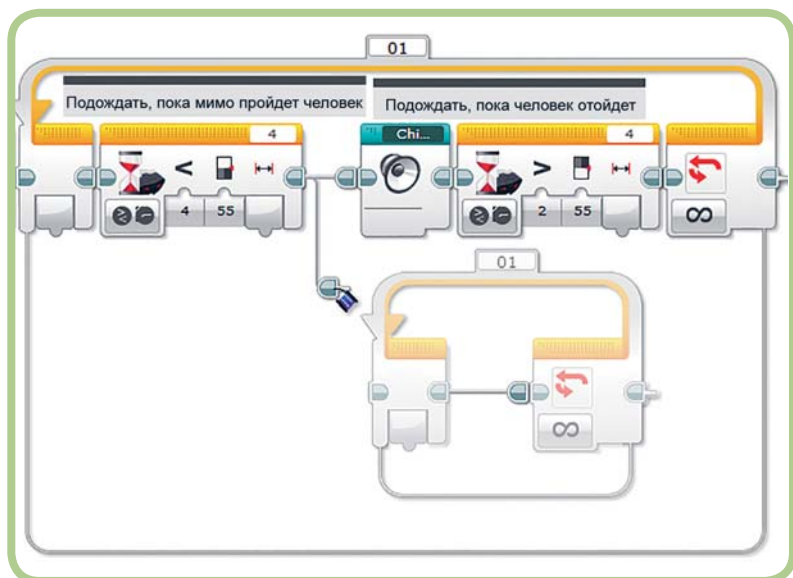

Рис. 18.11. Перетаскивание шины последовательности
4. Щелкни по выходному разъему блока **Инфракрасный датчик** (Infrared Sensor) и перетащи, чтобы создать новую шину последовательности (рис. 18.11).